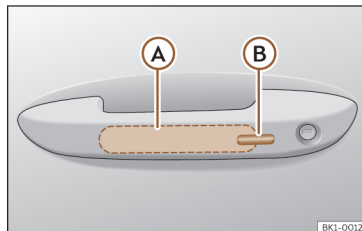

Fig. 69 Manípulo da porta: superfícies sensoras.
>>> Fig. 69
- Toque na superfície sensora >>> **Fig. 69 (B)** situada no lado exterior do manípulo da porta. Todos os indicadores de mudança de direção piscam uma vez
- Antes de passarem 5 segundos, toque uma vez no sensor do lado exterior do manípulo da porta >>> **Fig. 69 (B)**. Ao fazê-lo, não agarre o manípulo. O sistema Keyless Access fica desativado temporariamente.
Para fechar com a função de conforto todas as janelas elétricas e o teto de vidro, mantenha um dedo durante uns segundos sobre a superfície sensora de bloqueio >>> **Fig. 69 (B)** do manípulo da porta até que as janelas e o teto se tenham fechado.